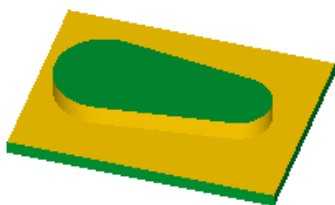

图 4.3.48 仿真结果
(1) 在“操作管理”中确认 节点被选中，然后单击“验证选定操作”按钮 ，系统弹出“Mastercam 模拟器”对话框。
(2) 在“Mastercam 模拟器”对话框中单击 按钮，系统将开始进行实体切削仿真，结果如图 4.3.48 所示，单击 按钮。